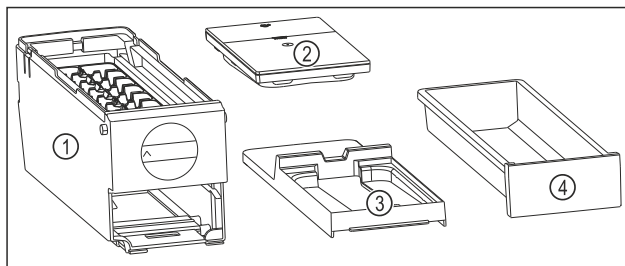

Fig. 93 Съставни части на EasyTwist-Ice
- ▷ EasyTwist-Ice е разглобен на четири части. (виж Fig. 93)
- ▶ Разглобявайте EasyTwist-Ice само на изобразените съставни части. (виж Fig. 93)
- ▶ Почистете корпуса на EasyTwist-Ice Fig. 93 (1) като едно цяло.